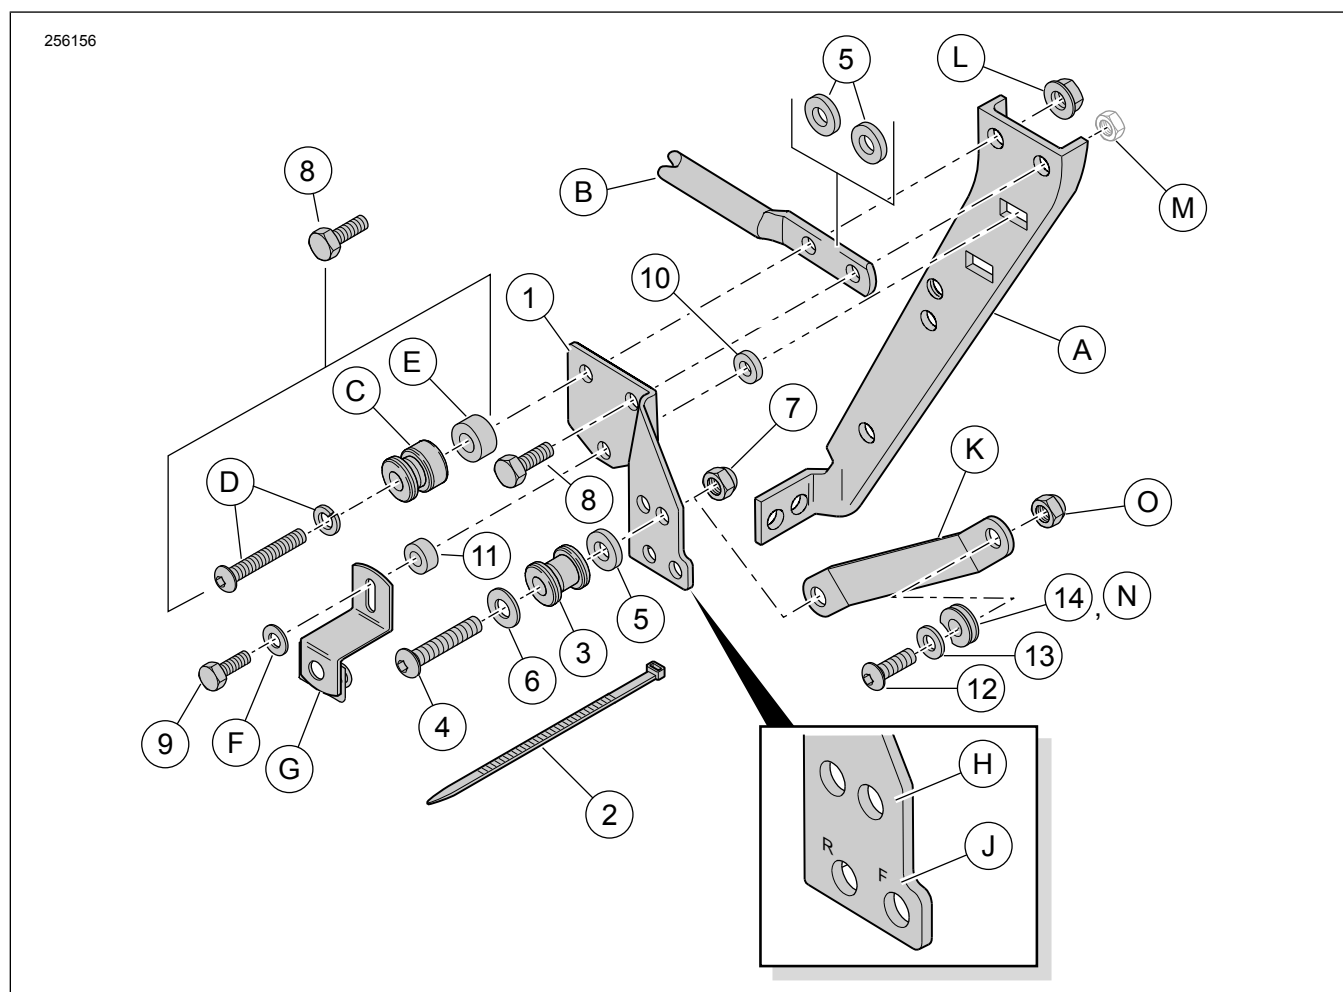
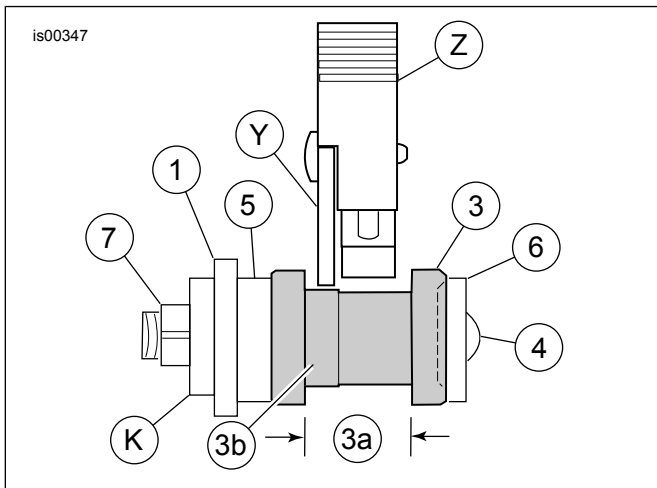

Рисунок 1. Содержимое комплекта Комплект передней стыковочной точки, установленный самостоятельно
Рисунок 7. Надлежащее выравнивание защелки на стыковочной точке
См. Рисунок 1 . Монтажные кронштейны передней стыковочной точки (1) рассчитаны каждый на свою сторону. Буквы, проставленные рядом с нижними отверстиями, должны смотреть наружу и обозначают переднее (F) и заднее (R) положения.
2. **Без комплекта задней стыковочной точки:** см Рисунок 1 . Установите кронштейн следующим образом:
- a. Установите винт 5/16-18 x 1 дюйм (25 мм) длиной (8) в оба верхних отверстия.
- b. Установите проставку 1/8 x 1 дюйм (3,2 мм) толщиной (5) на каждый винт, между монтажным кронштейном (1) и Оригинальное оборудование (ОЕ) опорным кронштейном кофра (А).
3. **С комплектом задней стыковочной точки:** см Рисунок 1 . Установите кронштейн следующим образом:
- a. Установите винт 5/16-18 x 1 дюйм (25 мм) длиной (8) из комплекта передней стыковочной точки (53803-06) в верхнее переднее отверстие кронштейна (1) и через переднюю часть кронштейна (В) из комплекта задней стыковочной точки (53804-06), помещенной между монтажным кронштейном (1) и опорным кронштейном кофра ОЕ-исполнения (А).
- b. Установите винт 5/16-18 x 2-1/4 дюйма (57 мм) длиной и стопорную шайбу (D), стыковочную точку (С) и проставку 0,386 дюйма (9,8 мм) толщиной (Е) из комплекта задней стыковочной точки (53804-06) в верхнее заднее отверстие кронштейна (В) из комплекта задней стыковочной точки (53804-06), помещенной между монтажным кронштейном (1) и опорным кронштейном кофра ОЕ-исполнения (А).
4. См. Рисунок 1 и Таблица 2 . Установите заднее крепление кофра.
- a. Вставьте винт 1/4-20 (пункт 9, длина составляет 1 или 7/8 дюйма в зависимости от модели) в шайбу (F) и паз в монтажном кронштейне кофра (G).
- b. **Для моделей FLHR, FLHT или FLTR:** вставьте резьбу в отверстие в нижней части монтажного кронштейна (1), непосредственно под ранее установленные винты.
- c. **Для моделей FLHRC или FLHRS:** поместите проставку 9/16 дюйма (14,3 см) толщиной (11) на резьбу винтов и поместите резьбу винтов в отверстие в нижней части монтажного кронштейна (1), непосредственно под ранее установленные винты.
- d. Поместите проставку 1/8 дюйма (3,2 мм) толщиной (10) на резьбу винтов и протолкните резьбу через опорный кронштейн кофра (А) и в зажимную гайку. Затяните.
7. См. Рисунок 7 и Рисунок 1 . Поместите шайбу (6) на резьбу винта с круглой головкой (4) из этого комплекта.
8. Поместите стыковочную точку (3), как показано, над винтовой резьбой, перед проставкой (5).
- Для моделей 1994–1996 года:** через крайнее заднее отверстие (H) в монтажный кронштейн (1).
- Для моделей 1997 года выпуска и позже:** через крайнее верхнее отверстие (H) в монтажный кронштейн (1).
- Вставьте винтовую резьбу через большее отверстие в кронштейне (53805-99, пункт К, часть комплекта багажной стойки или вертикальной пассажирской спинки) и неплотно закрепите с помощью контргайки (7).